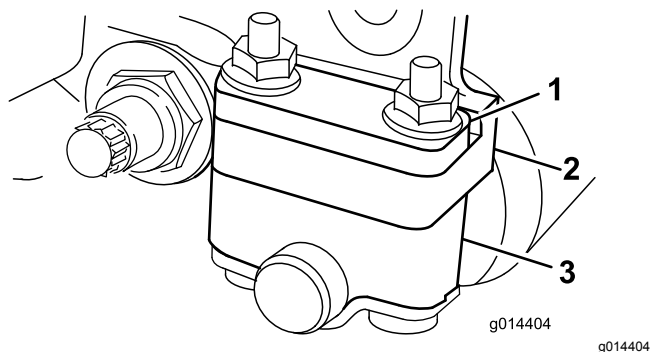
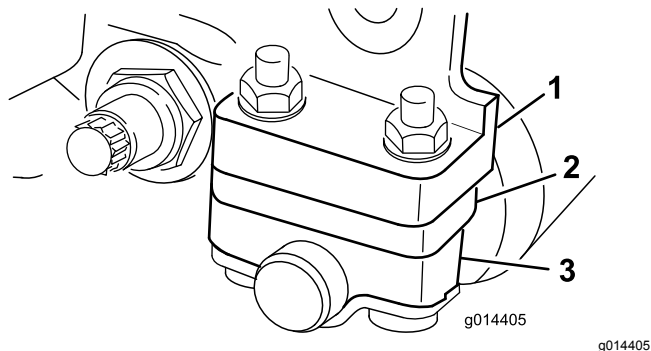

Figura 11
Figura 12
Dependendo do intervalo de altura de corte desejado, ajuste os suportes do rolo traseiro (**Figura 11** ou **Figura 12**) para a posição inferior ou superior:
se as definições da altura de corte variarem entre 1,5 e 6 mm, como se mostra na Figura 11.
- Posicione o espaçador abaixo da flange de montagem da placa lateral quando as definições da altura de corte variarem entre 3 e 25 mm, como se mostra na Figura 12.
4. Coloque os espaçadores nos parafusos acima ou abaixo dos suportes do cilindro, consoante o necessário (Figura 11 ou Figura 12).